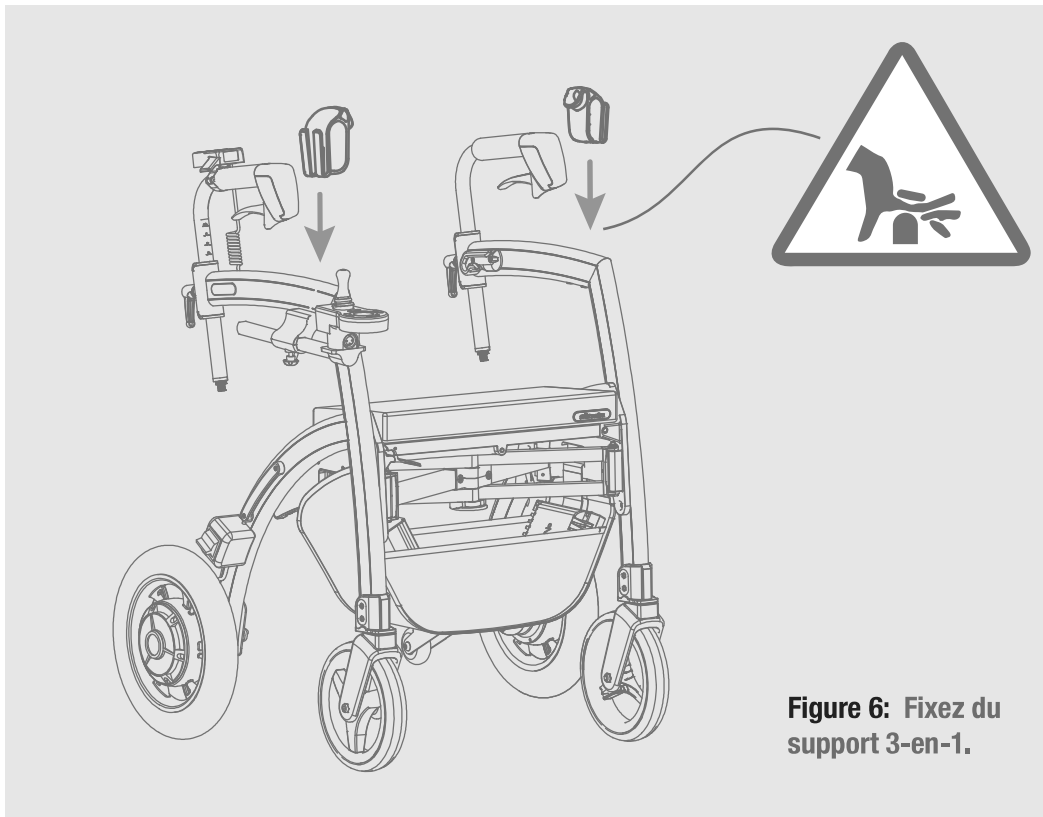

Figure 6: Fixez du support 3-en-1.
- a. Faites glisser les accoudoirs aussi loin que possible vers l'arrière, les deux supports doivent être placés devant les accoudoirs, avec les crochets d'achat vers l'extérieur, comme indiqué sur la **Figure 6**.
- b. Fixez les supports en les faisant glisser et en les appuyant sur le cadre (**Figure 6**).